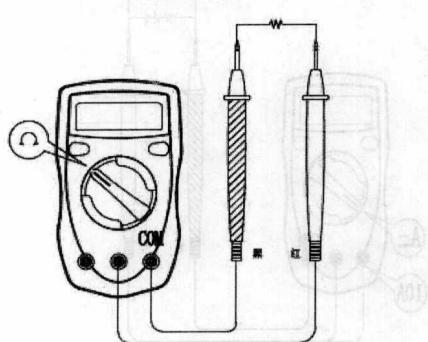

图 1-4
## (4) 电阻测量(如图1-4所示)
- ① 将红表笔插入  $V\Omega$ mA 插孔，黑表笔插入 COM 插孔。
- ② 将功能量程开关置于电阻测量挡位，并将表笔并联到待测电阻上。
- ③ 从显示器上读取测量结果。